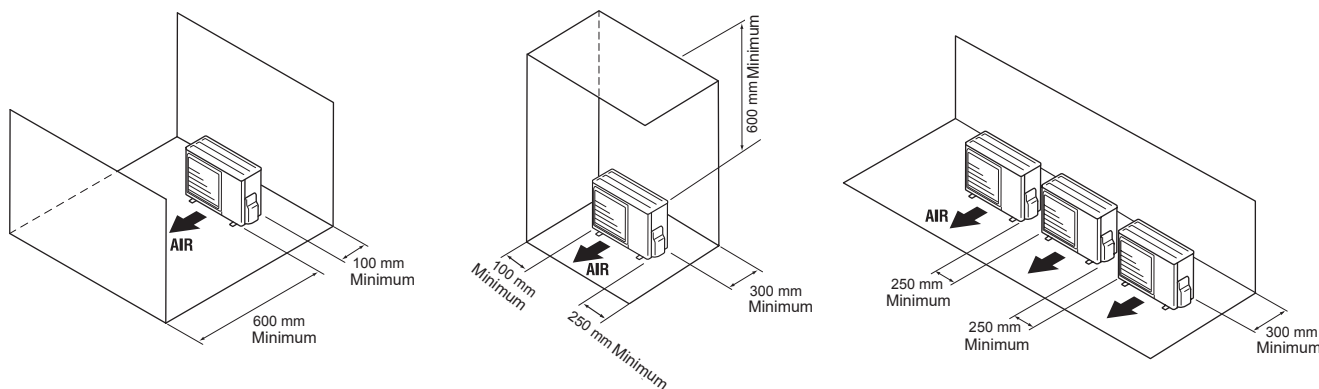

fig. 13 - Dégagements minimum d'installation autour de l'unité extérieure
- L'appareil doit être parfaitement accessible pour les travaux d'installation et de maintenance ultérieurs (fig. 13).
- Aucun obstacle ne doit entraver la circulation de l'air à travers l'évaporateur et en sortie du ventilateur (fig. 13).